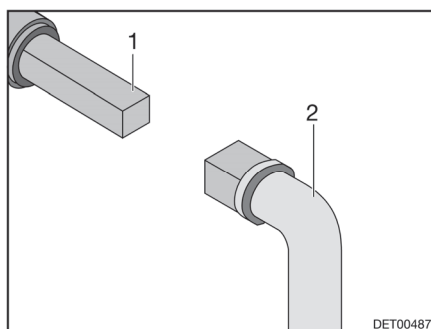

Bild 145 Bedienung Abwasserhahn
- Schlüssel (Bild 145,2) auf Vierkant (Bild 145,1) stecken.